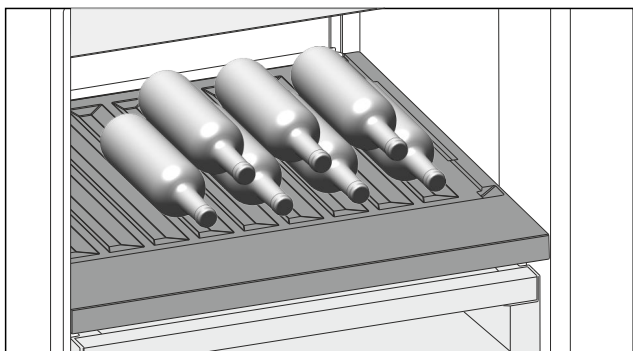

Fig. 222 Shembull ilustrues
- Shtrini shishet me fundin të drejtuar në faqen e pasme të frigoriferit. (shihni *Fig. 222*)